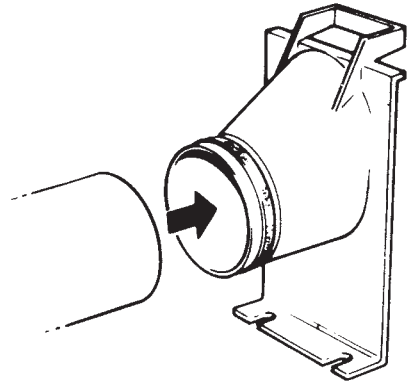

Fig.2
- ◆ Vanonder het plafond het kanaalaansluitstuk door de gemaakte plafondopening drukken zodat de fiens tegen het plafond komt op de plaats waar de vier schroefgaten gemaakt zijn (Fig. 2)